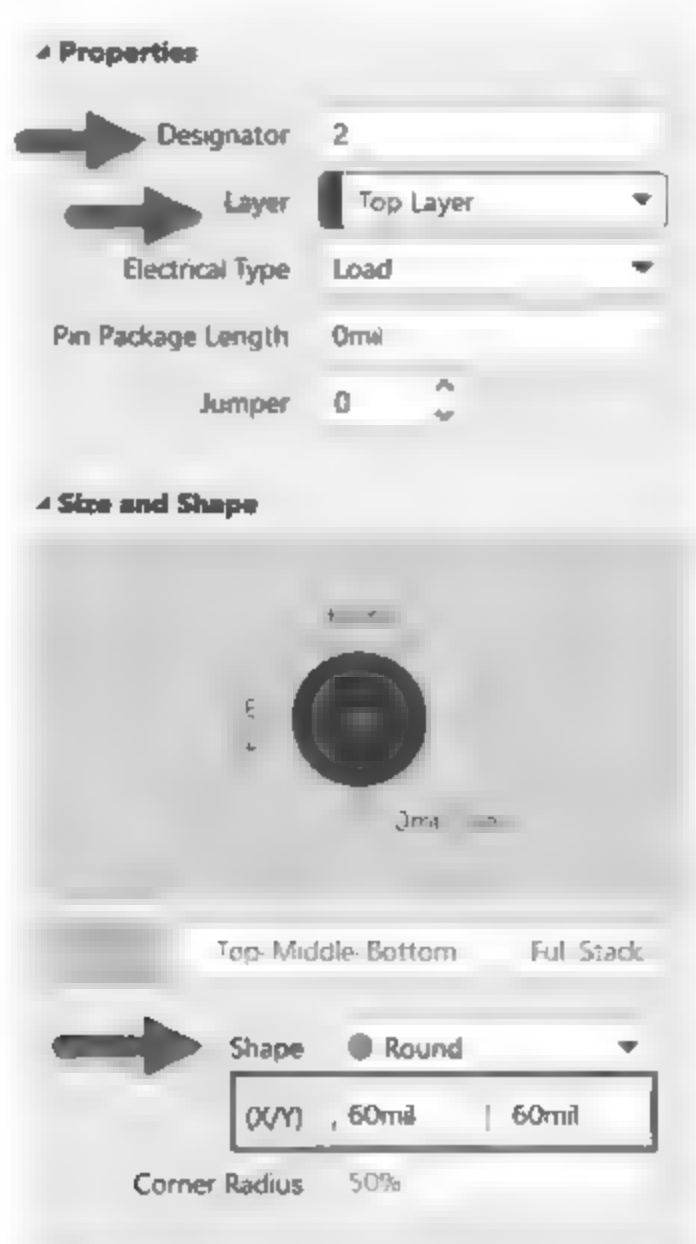

图 3-28 焊盘属性编辑面板
(1) 执行菜单栏中“放置”→“焊盘”命令，或者单击工具栏中的“放置焊盘”按钮，光标变成十字形状并带有一个焊盘图标。
(2) 将光标移到要放置焊盘的位置，单击即可放置该焊盘。
(3) 此时软件仍处于放置焊盘状态，重复步骤(2)的操作即可放置其他的焊盘。
(4) 设置焊盘属性。双击需要设置属性的焊盘(或在放置状态下按 Tab 键)，系统将弹出相应的焊盘属性编辑面板，如图 3-28 所示。